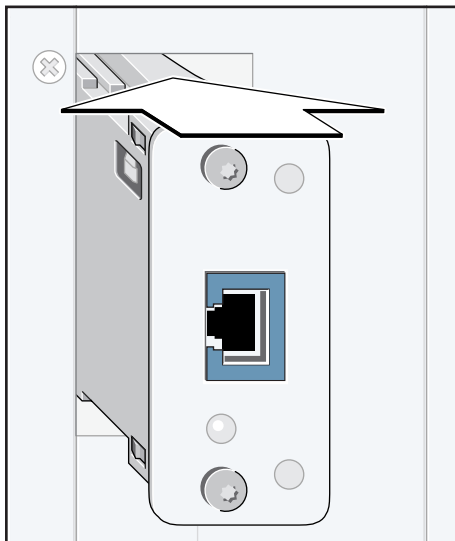

Abb. 2: Beispiel: Einstecken des Schnittstellenmoduls
2. Das Schnittstellenmodul IMenip in den vorgesehenen Steckplatz an der Systemkomponente bis zum Anschlag einstecken (Beispiel in Abb. 2).